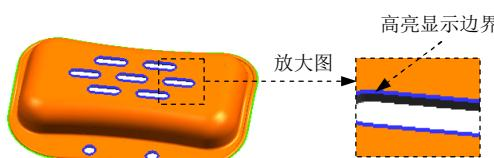

图 1.12 高亮显示孔边界
Step2. 定义修补边界。在“边修补”对话框的“类型”下拉列表中选择“体”选项，然后在图形区中选取产品实体，此时系统将需要修补的破孔处加亮显示，如图1.12所示。